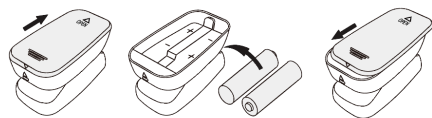

Figure 3. Installation des piles
- Étape 1. Se référer à la figure 3 et insérer deux piles AAA en respectant les pôles.